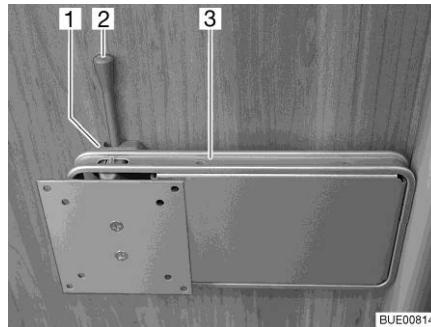

Bild 91 Halterung an Säule
- Den Entriegelungshebel (Bild 91,2) zur Seite drücken und die Halterung (Bild 91,3) mit dem Flachbildschirm in die gewünschte Position drehen.
- Flachbildschirm zurückdrehen, bis die Halterung (Bild 91,3) in die Verriegelung (Bild 91,1) einrastet.